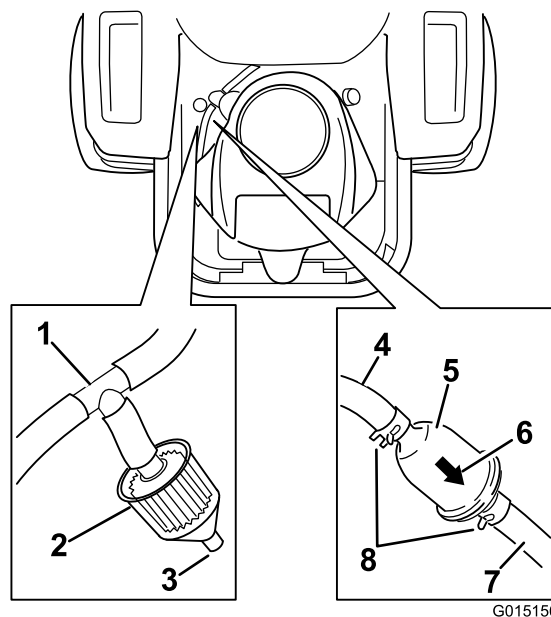

Figura 51
4. Sollevate il sedile e individuate i filtri del carburante come mostrato in Figura 51.
7. Montate un nuovo filtro con la freccia della direzione del flusso proveniente dal serbatoio del carburante e rivolta verso il motore. Spostate le fascette stringitubo in prossimità del filtro (Figura 51) per bloccarlo.
La macchina è dotata di un filtro delle emissioni (Figura 51) collegato ad un raccordo a T sul tubo di sfianto che esce dal serbatoio del carburante. Il filtro è progettato con un foro aperto. Il filtro deve essere periodicamente controllato. Sostituítelo se risulta sporco o intasato.